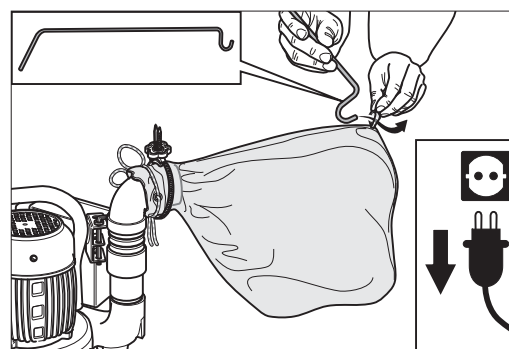

Abb. 5: Einhängen der Kabelstange in die Lasche am Staubsack.
- 6 Nehmen Sie die Kabelstange und hängen Sie diese in die Lasche am oberen Ende des Staubsackes ein (Abb. 5).